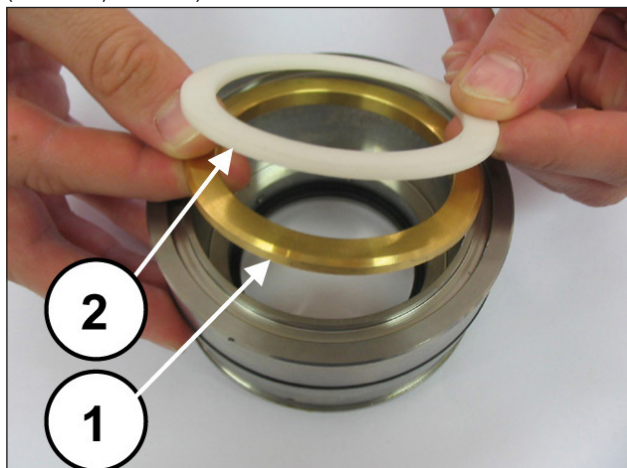
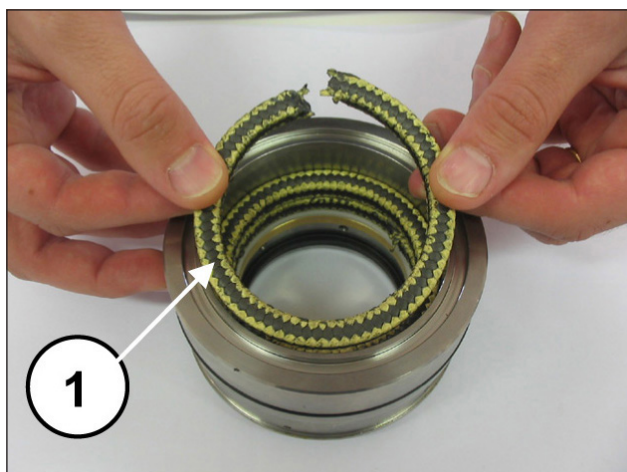
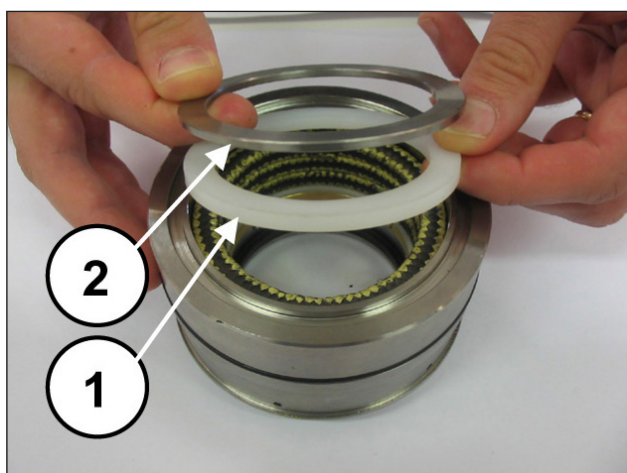

Рис. 153
Рис. 154
Рис. 155
Установите опорное и антиэкструзионное кольца (поз. ①②, Рис. 153), 3 уплотнительных кольца КС так, чтобы насечки на них располагались под углом 120° друг к другу (поз. ①, Рис. 154), скребковое кольцо и пружинное кольцо (поз. ①②, Рис. 155).